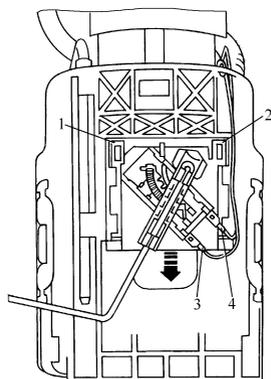

图 1-22 拆卸燃油表传感器
2) 松开并拔下图 1-22 所示电线插头 3 和 4。
3) 用一字旋具撬起固定夹板 1 和 2,按图 1-22 箭头方向,向下拔出燃油表传感器。